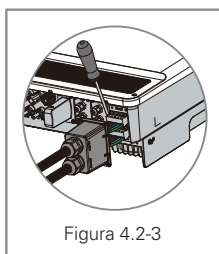

Figura 4.2-3
- **Collegamenti a rete e backup:** accertarsi che il lato di collegamento alla rete sia collegato alla rete di alimentazione e che il backup sia collegato alle utenze e che le polarità (es. L1/L2/L3/N in sequenza) non siano invertite. Si veda la figura 4.2-3.